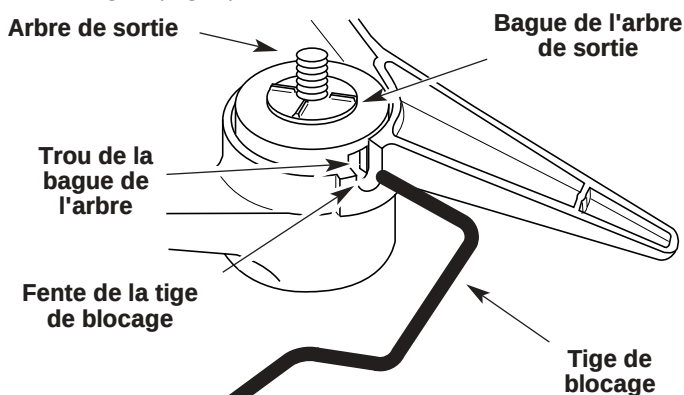

Fig. 8
1. Alignez le trou de la bague de l'arbre avec la fente de la tige de blocage, puis insérez la tige dans le trou de la bague (Fig. 8).
- Alignez le trou de la bague de l'arbre avec la fente de la tige de blocage, puis insérez la tige dans le trou (Fig. 8).
- Alignez le trou de la bague de l'arbre avec la fente de la tige de blocage, puis insérez la tige dans le trou (Fig. 8). Vissez l'accessoire de coupe à droite sur l'arbre de sortie. Vissez bien